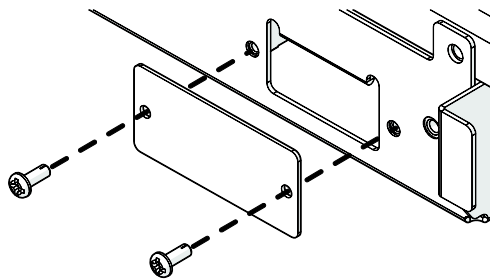

Рисунок 8
1. Снимите винты, крепящие пустую панель в правом переднем углу беговой дорожки (см. рис. 8). Выбросьте пустую панель.